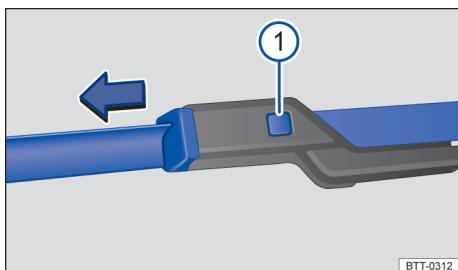

图 124 更换前风窗玻璃刮水片
- 按住分离按钮 → 图 124 ①，同时沿箭头方向拉出刮水片。